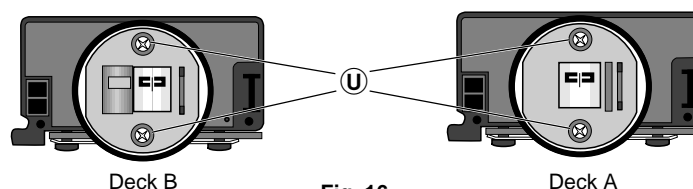

Fig. 16
- 2 Schrauben U herausdrehen und den Tonkopf herausnehmen (Fig. 16).
- Undo 2 screws U and remove the sound head (Fig. 16).